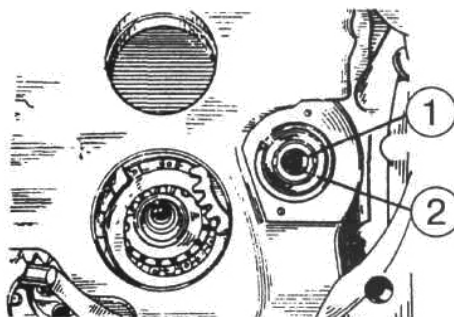

Рисунок 4.53
3) отверните гайку (1) (рисунок 4.53) и снимите шайбу (2);